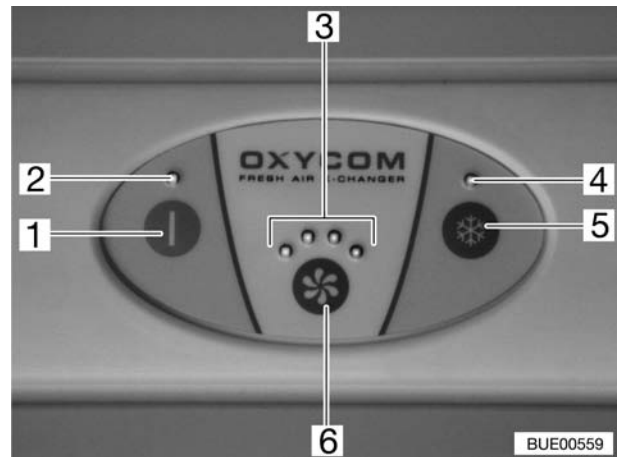

Bild 131 Bedienfeld
- Den Netzschalter (Bild 131,1) drücken. Die Klimaanlage startet in der zuletzt gewählten Funktion. Die LED (Bild 131,2) leuchtet.
- Lüftungsstufe wählen. Dazu die Lüftertaste (Bild 131,6) so oft drücken, bis die gewünschte Lüftungsstufe erreicht ist (maximal 4 Stufen).
Die entsprechende LED (Bild 131,3) zeigt die Lüftungsstufe an.
- Kühltaste (Bild 131,5) drücken. Die LED (Bild 131,4) leuchtet.
Der Beginn des Kühlvorgangs dauert ca. 3 Minuten. In dieser Zeit blinken alle LEDs (Bild 131,3).
- Den Netzschalter (Bild 131,1) drücken.